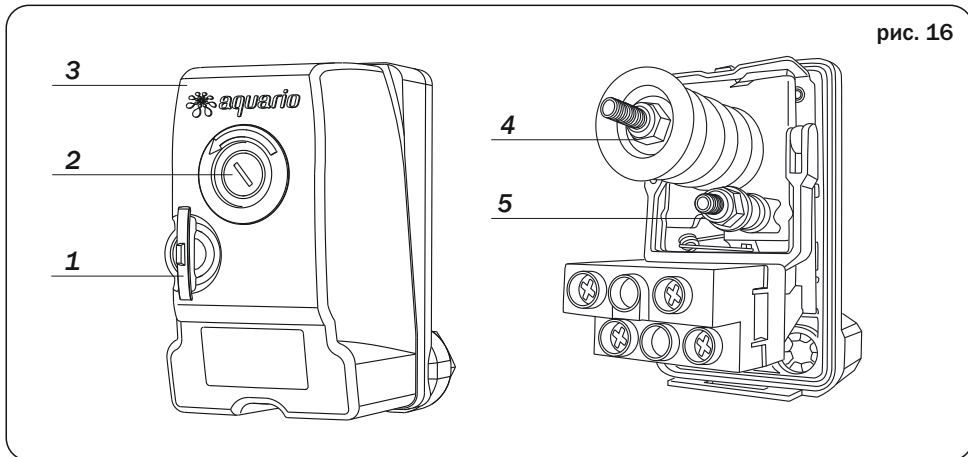

рис. 16
**Регулировка реле (рис. 16)**